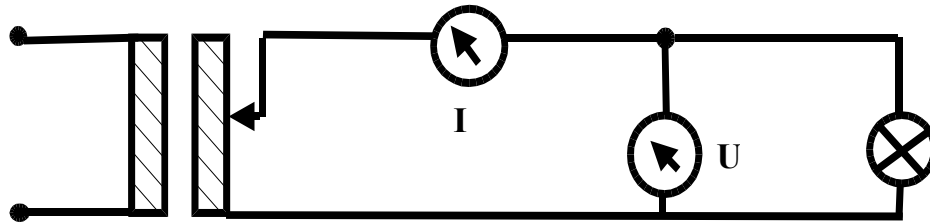

Abb. 1: Kennlinien von Lampen
1. Bauen Sie die Schaltung nach Abb. 1 auf und messen Sie die  $U(I)$ -Kennlinien einer Kohlefade- und einer Metallfadenlampe. Achten Sie darauf, daß die maximale Betriebsspannung der Lampe nicht überschritten wird.